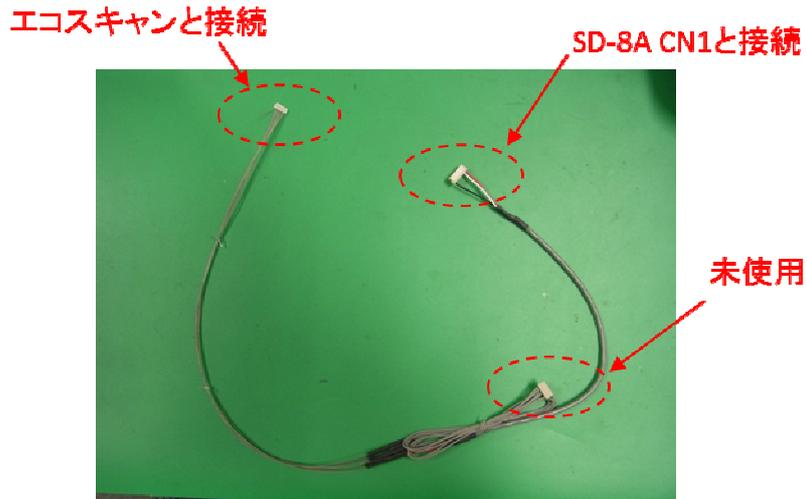

図 3-5 ESS112-2k、ESS112-4k、ESS112-8k 接続ケーブル
- (1) 本製品と PC を付属の LAN ケーブルで接続し、「DC12V コネクタ」に付属の AC アダプタを挿入して電源を投入します。
- (2) エコスキャン接続ケーブルを用いて、エコスキャンと本製品を接続します。接続方法は、図 3-5、図 3-6、図 3-7 をご参照ください。